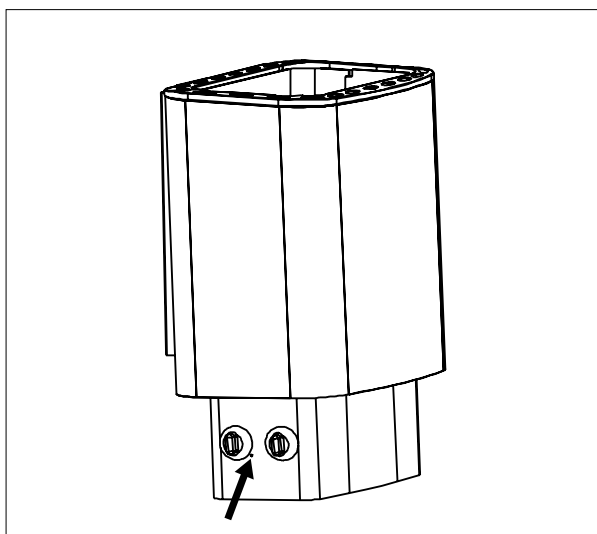

Abb. 8.
- Wenn die Temperatur auf einen gefährlichen Wert ansteigt, unterbricht der Temperaturbegrenzer den Strom zu den Heizstäben. Der Stromkreis kann wieder geschlossen werden, indem man durch das Loch von 3 mm Durchmesser am Ende des Anschlusskastens mit einem stumpfen Gegenstand den Temperaturbegrenzer zurücksetzt (Abb. 8).